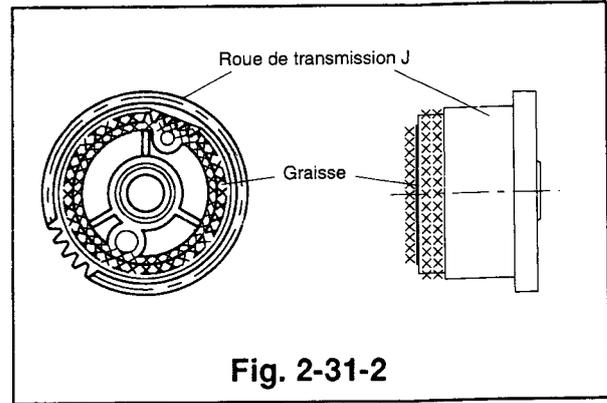

Fig. 2-31-2
- 1) Appliquer de la graisse (PG-641)[859DO55030] sur toute la circonférence de la petite roue dentée de la roue de transmission J neuve, comme illustré dans la Fig. 2-31-2.